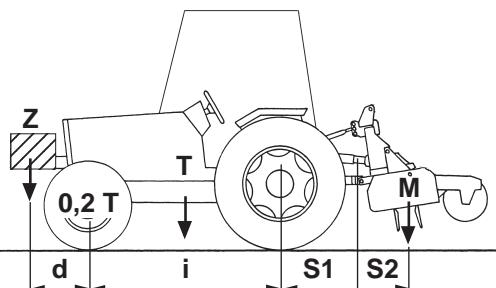

Fig. 11
L'applicazione di una macchina al trattore, comporta una diversa distribuzione dei pesi sugli assi (Fig. 11).
*Assembly of a implement on the tractor will shift the weights on the axles (Fig. 11). It is therefore advisable to add weights to the front part of the tractor in order to balance the weights on the axles themselves.*
Der Anbau eines Zusatzgerätes am Schlepper führt zur Verlagerung der Achslasten (Abb. 11). Am Schlepper ist daher Frontballast anzubringen, um das Gleichgewicht wieder herzustellen. Der anzubringende Ballast wird mit der folgenden Formel berechnet:
*L'application d'un équipement supplémentaire au tracteur entraîne une répartition différente des poids sur les essieux (Fig. 11).*
La aplicación de un equipo adicional al tractor, implica una distribución del peso distinta sobre los ejes (Fig. 11).